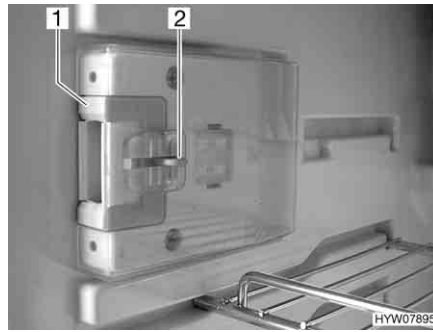
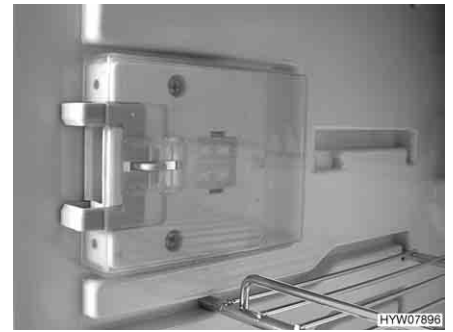

Fig. 126 Dispositif de fermeture en position normale
Fig. 127 Dispositif de fermeture en position de ventilation
- Presser le bouton de déverrouillage (Fig. 126,2).
- Pousser le dispositif de fermeture (Fig. 126,1) vers l'avant (Fig. 127).